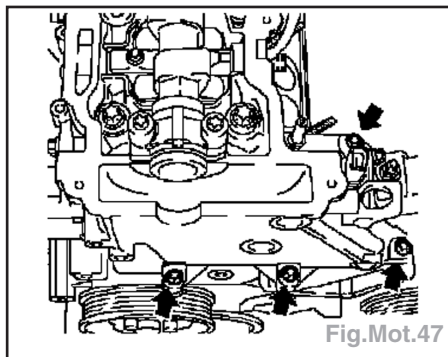

Fig.Mot.47
- Fixer la culasse sur le carter de cylindre ou le bloc-cylindre avec des vis neuves (flèches)(Fig.Mot.47).